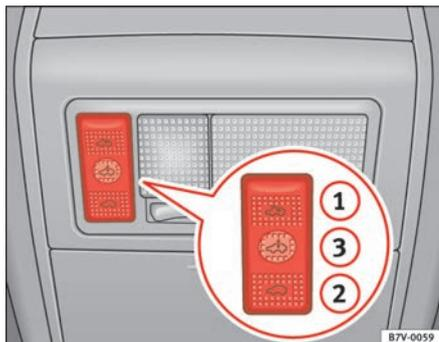

Fig. 66 Parte interna del tetto: interruttore del tettuccio scorrevole e sollevabile
- Premere su ⇒ fig. 66 **①**.
Per chiudere il tettuccio dopo che si è aperto più volte con il limitatore di forza, si deve tenere premuto il pulsante ⇒ pag. 111, fig. 66 **③**. **In questo modo il tettuccio si chiude senza l'intervento del limitatore di forza.** ►